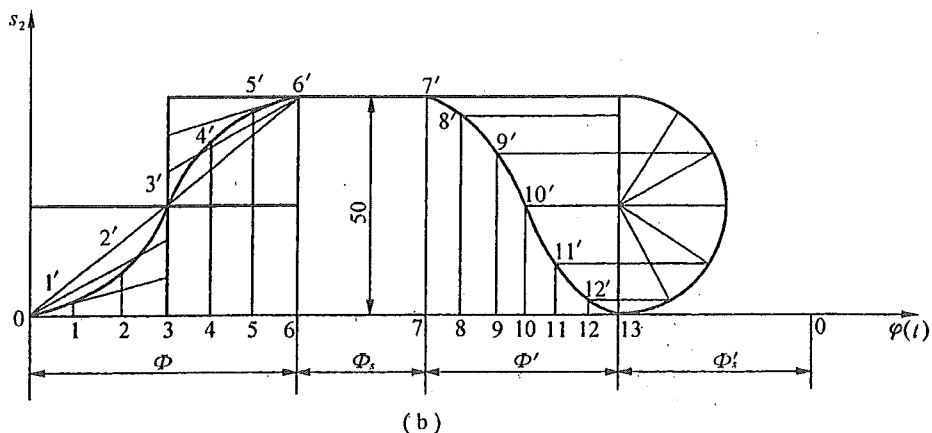

图 3-6
(1) 选取比例尺  $\mu_s = 0.002 \text{ m/mm}$  和角位移比例尺  $\mu_\varphi = 4 (\text{°})/\text{mm}$ , 作从动件的位移线图  $s_2 - \varphi$ , 如图 3-6(b) 所示。并将位移线图横坐标上代表推程运动角和回程运动角各分为六等分, 得 1, 2, ... 诸点。自诸点作垂直线与位移曲线相交 1', 2', ... 诸点。
(2) 选取长度比例尺  $\mu_1 = \mu_s = 0.002 \text{ m/mm}$ , 并以  $O$  为圆心,  $OB_0 = r_b / \mu_1 = 30 \text{ mm}$  为半径作基圆。
(3) 利用反转法, 自  $B_0$  开始沿  $(-\omega)$  方向将基圆圆周分成与  $s_2 - \varphi$  线图横轴对应的等分, 得  $C_1, C_2, \dots$ , 连射线  $\vec{OC}_1, \vec{OC}_2, \dots$ , 即代表机构在反转后各个相应位置的导路。
(4) 在  $\vec{OC}_1, \vec{OC}_2, \dots$  的延长线上分别截取  $C_1 B_1 = 11', C_2 B_2 = 22', \dots$ , 得到机构反转后,
(5) 将  $B_0, B_1, B_2, \dots$  点连成一条光滑的曲线, 即为所求的凸轮的理论轮廓曲线  $\beta_0$ 。
(6) 以理论轮廓曲线  $\beta_0$  上各点为中心, 以滚子半径  $r_T = 7.5 \text{ mm}$  为半径作一系列圆, 再作这些圆的内包络线  $\beta$ , 它便是所求凸轮的实际轮廓曲线, 如图 3-6(a) 所示。